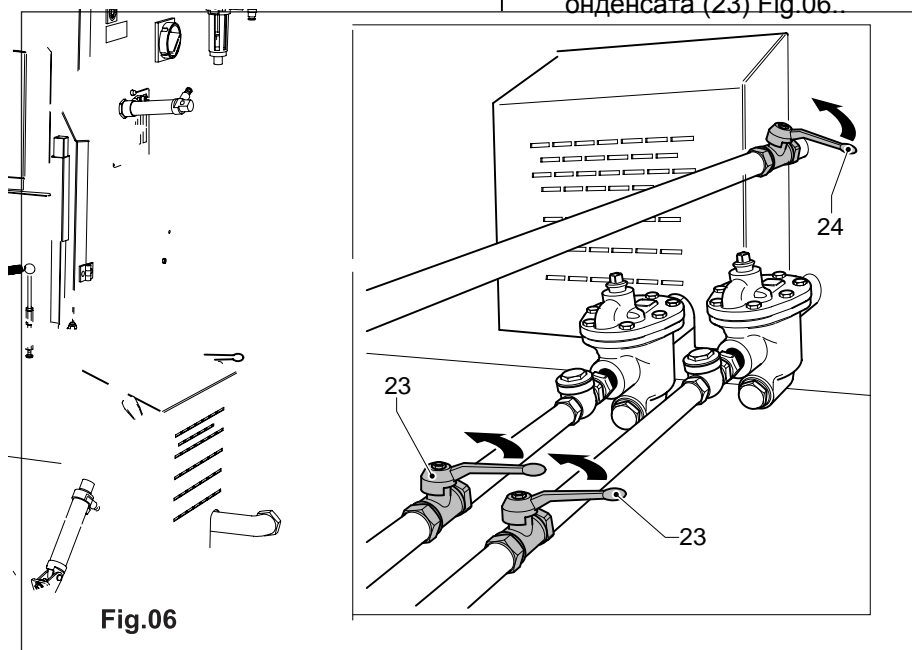

Fig.06
- b) Bitte prüfen, daß die, auf den Dampfzufuhr-schläuchen montierten Kugelhähne (24) Fig. 06 und dem Dampfrücklauf (23) Fig.06 offen sind.
- b) Проверить, что шаровые краны, вмонтированные на трубах подачи пара (24) Fig.06 и слива конденсата (23) Fig.06, открыты. (СМ. НА СТР. 11).
- c) Für Maschine ohne Kessel den Dampfversorgungshahn (24) Fig.06 und Kondensatrücklaufhahn. (23) Fig.06 öffnen.
- c) На машинах без бойлера открыть задвижки на трубах подачи пара (24) Fig.06 и выхода конденсата (23) Fig.06..